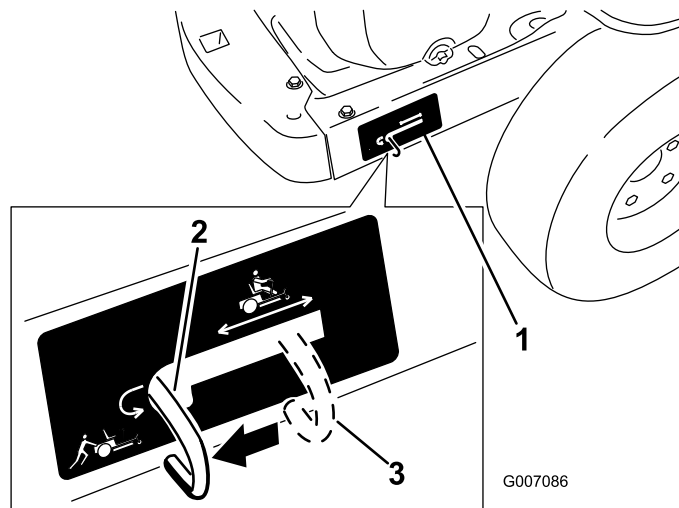

Bild 21
4. Schieben Sie die Bypasshebel nach hinten und dann nach unten, um sie zu arretieren, wie in Bild 21 dargestellt, um die Radmotore auszukuppeln. Wiederholen Sie die Schritte an jeder Maschinenseite.
Schieben Sie die Bypasshebel nach oben und drücken Sie sie dann nach vorne in die **Mitte** des horizontalen Schlitzes (Bild 21), um die Radmotore einzukuppeln.